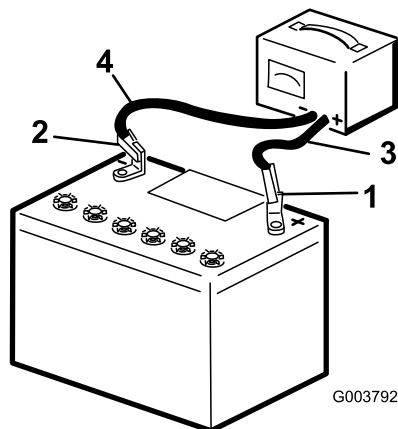

Bild 39
- Laden Sie die Batterie 10 bis 15 Minuten lang mit 25 bis 30 A oder 30 Minuten lang mit 4 bis 6 A (Bild 39). Überladen Sie die Batterie nicht.
- Wenn die Batterie voll geladen ist, ziehen Sie den Stecker des Ladegeräts aus der Dose. Klemmen Sie dann die Klemmen des Ladegeräts von den Batteriepolen ab (Bild 39).